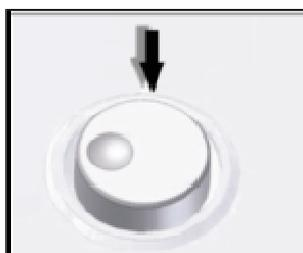

Figura 104: Confirmação com botão Easy Touch
2. Para confirmar a modalidade e o valor do parâmetro selecionado pressionar o botão de programação *Easy Touch* (Figura 104);